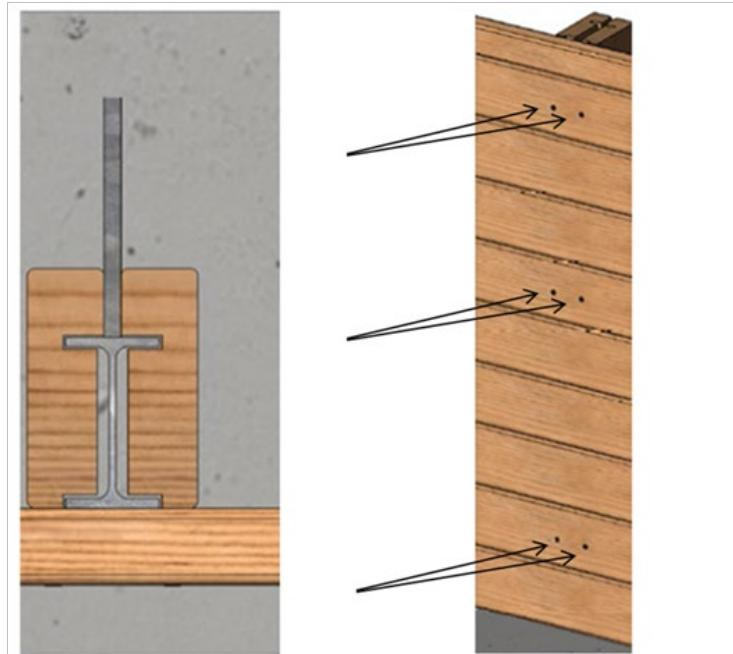

Figure 12 – Mise en place des profils d'habillage des jambes de force
- sur les 4 jambes de force (celles-ci sont pré percées, comme montré à la Figure 12) à l'aide de 36 vis penture 6×30 en inox A2 torx (sachet D).